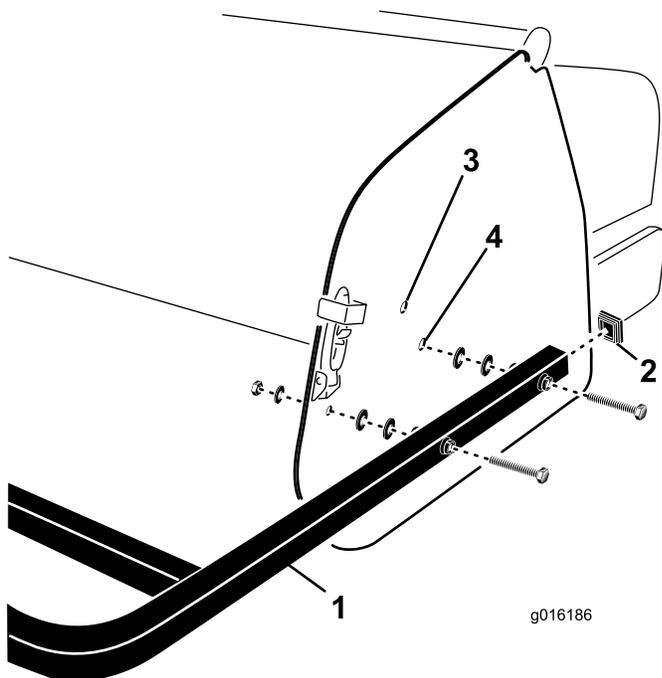

图32
- 将端盖插入各后护罩管的端部 图32。
- 将后护罩安装管中的孔与打孔机侧板中的孔对齐 图32。
3. 使用 4 个螺丝、扁平垫圈和螺母将护罩安装管固定到侧板 图32。